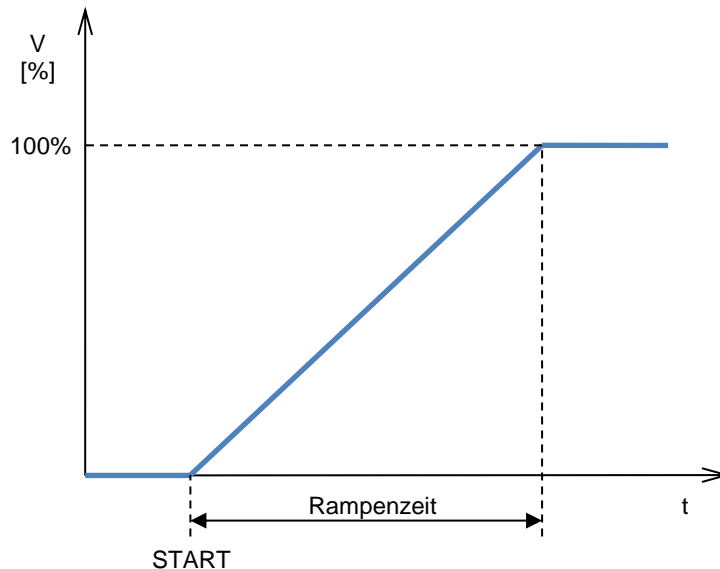

Abb. 3.10.a
Der MEC-100 bietet eine Sanftstart-Funktion, um die Generatorspannung von der Remanenzspannung linear innerhalb eines einstellbaren Zeitintervalls auf den Referenzwert zu steigern. Dazu muss nur ein Parameter eingestellt werden, d.h. die Zeit der Anstiegsrampe der Referenzspannung. Dieser Parameter, dessen Wert zwischen 0 und 3600s mit Steigerungsstufe von 1s liegt, stellt die Zeit dar, die der MEC-100 benötigt, um die Referenzspannung vom Restwert auf 100% des eingestellten Werts (Nennspannung) zu bringen, sobald MEC-100 die entsprechende Freigabe anhand des Kontakts *START* empfängt (siehe Abschn. 3.5.1). In Abb.3.10.a ist das ideale Zeitdiagramm der Referenzspannung während der SANFTSTART-Funktion dargestellt.
*Die Grafik der Abb. 3.10.a bezieht sich auf die Idealkurve, die der Kartenprozessor dem Referenzwert verleiht, um 100% des eingegebenen Werts zu erreichen. Unter realen Bedingungen und bei voller Drehzahl startet die Generatorspannung selbstverständlich nicht bei 0Vac, sondern von der vorhandenen Restspannung der Maschinen. Von 0 rpm ausgehend ist die Spannungs-Anstiegsrampe zum Erreichen der Nenndrehzahl möglicherweise nicht perfekt linear, sondern weist bei niedrigen Frequenzen und Spannungen einen leichten Overshoot auf (der jedoch innerhalb vernachlässigbarer Grenzen bleibt).*